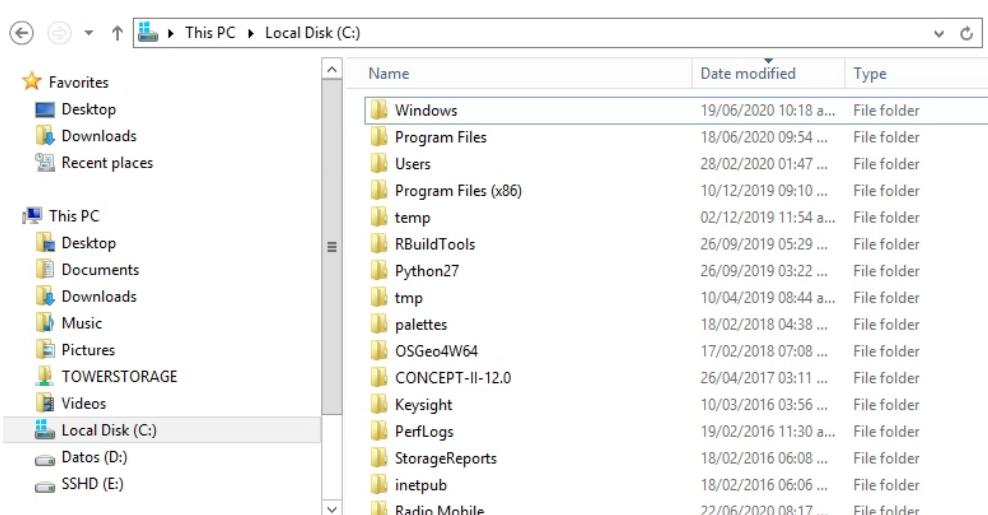

Figura 1: Ubicación de folder de Radio Mobile.
3. Una vez descargado el programa Radio Mobile, es necesario que descomprima la carpeta en la ruta C: o donde se encuentra instalado su sistema operativo, en su computador de escritorio o portátil. En la figura 1 se muestra la ubicación del software Radio Mobile.